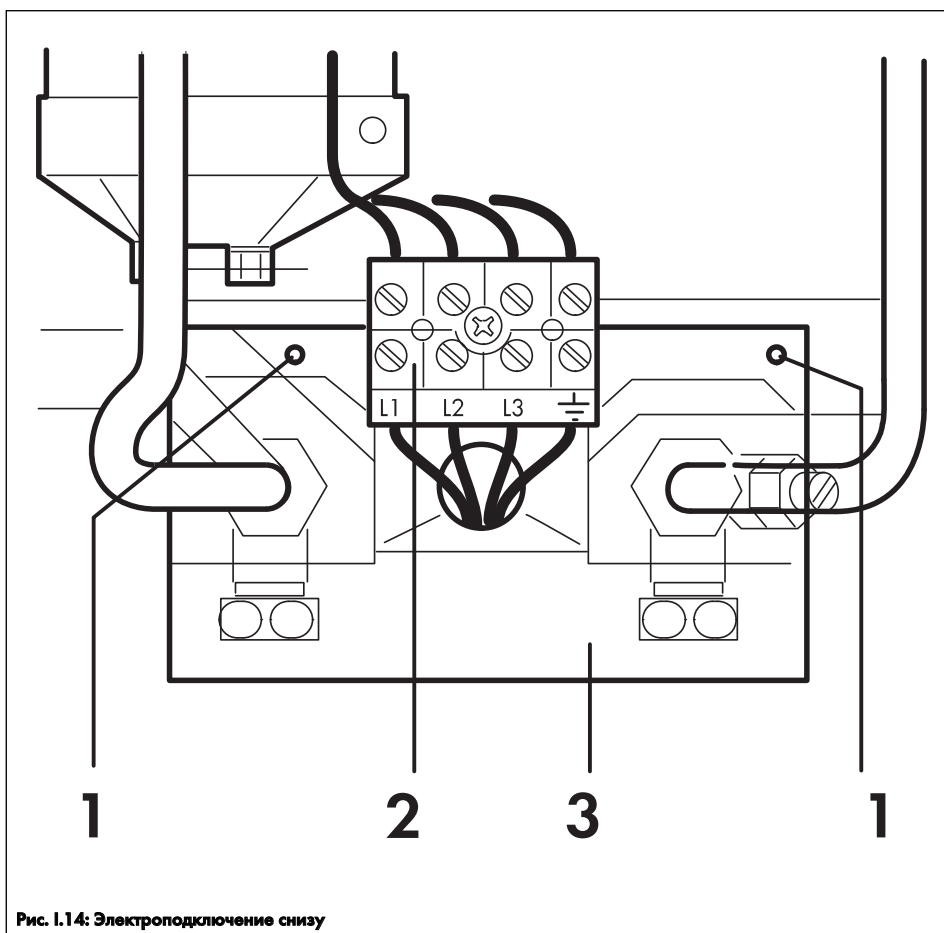

Рис. 1.14: Электроподключение снизу
- Проденьте через прилагаемую прямоугольную защитную вставку (3, рис. 1.14) электрический кабель и наденьте ее на фиксирующие крючки (1, рис. 1.14).
- Прикрутите клеммную колодку (2, рис. 1.14) поверх прямоугольной защитной вставки.
- Подключите провода L1, L2 и L3, а также защитный кабель к клеммной колодке (2, рис. 1.14).